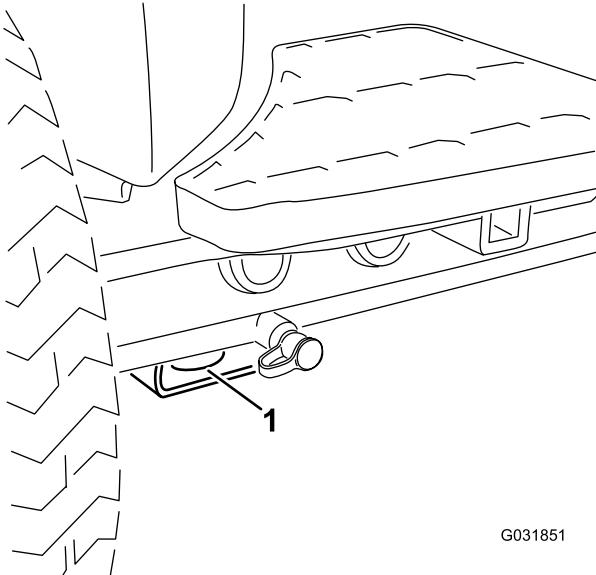

Bild 54
- Vorderseite der Maschine:** Loch im rechteckigen Polster unter dem Achsenrohr in jedem Vorderreifen (Bild 54).